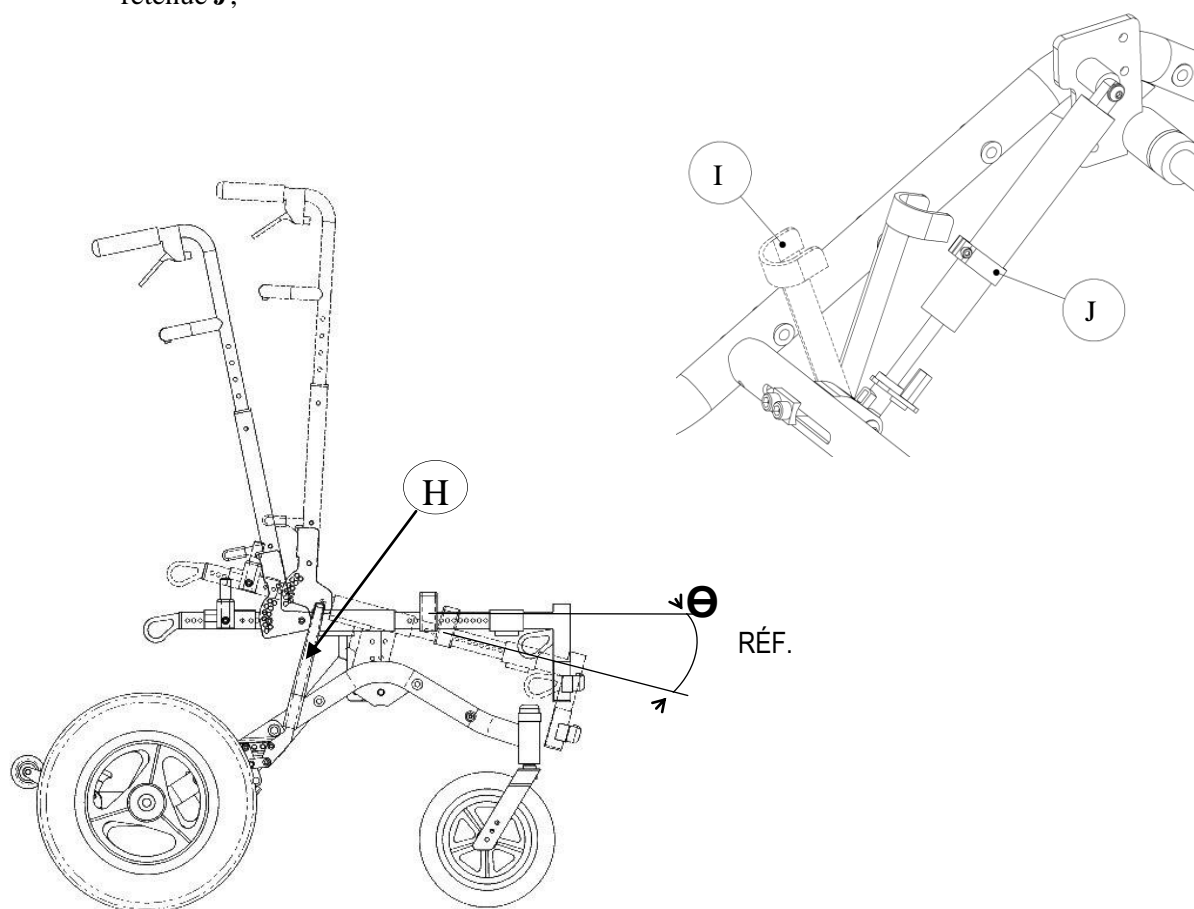

Figure 20 - Fonctionnement de la bascule négative
1. Lors de la mise en bascule négative, actionner les freins d'immobilisation **H** (Figure 20). Consulter la section 11.3. L'angle  $\Theta$  de bascule peut varier suivant la hauteur siège/sol, la position de l'essieu des roues arrière, la position de l'interface, l'inclinaison du dossier et la largeur hors-tout;